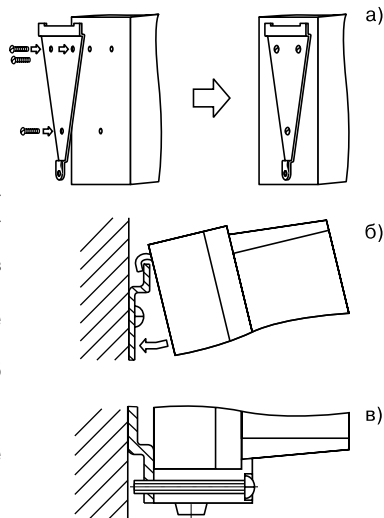

Рис. 7
1. Закрепить кронштейн тремя винтами М4 на поверхности, предназначенной для установки прибора (см. *прил. А* и **рис. 7, а**).
2. Зацепить крепежный уголок на задней стенке прибора за верхнюю кромку кронштейна (**рис. 7, б**).
3. Прикрепить прибор к кронштейну винтом М4 х 35 из комплекта поставки (**рис. 7, в**).